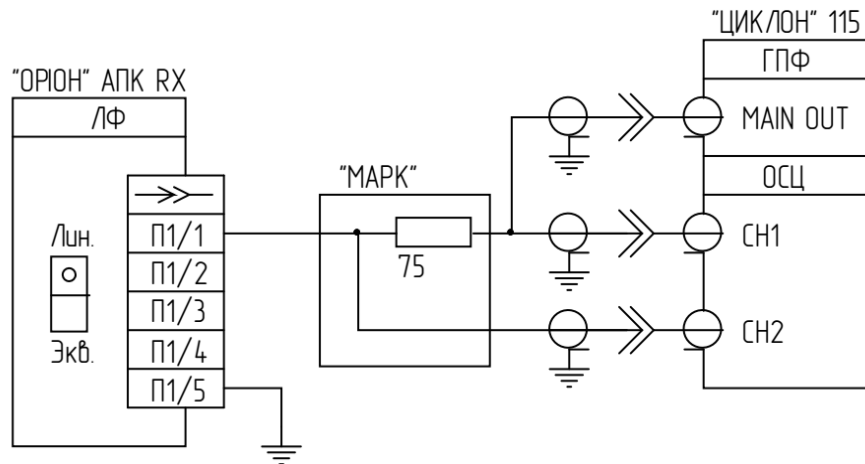

Рисунок 8.10.2 – Схема подключения
- 2) Собрать схему проведения измерений (см. рисунок 8.10.2);